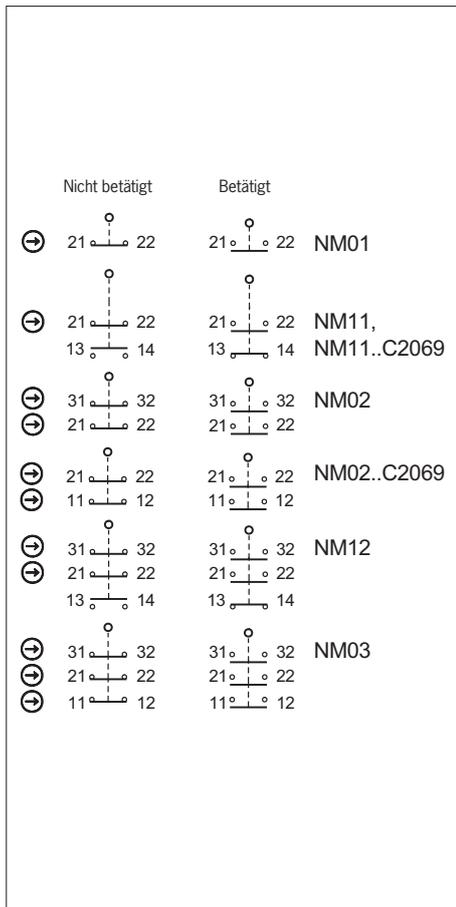

Bild 5: Schaltelemente und Schaltfunktionen
Es muss mindestens ein Kontakt (⊖) verwendet werden. Dieser signalisiert die Stellung der Schutzeinrichtung (Kontaktbelegung siehe Bild 5).
3. Anschließen und Klemmen mit 0,5 Nm anziehen (Kontaktbelegung siehe Bild 5).